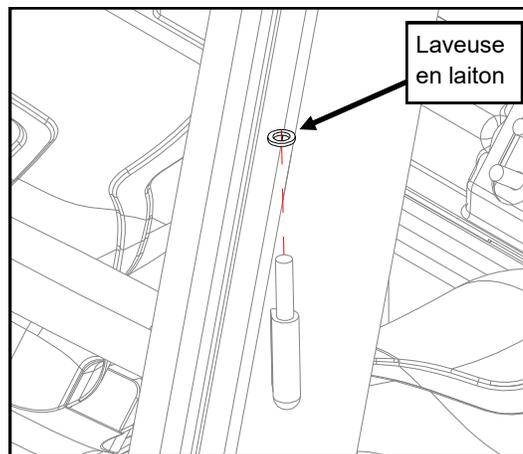
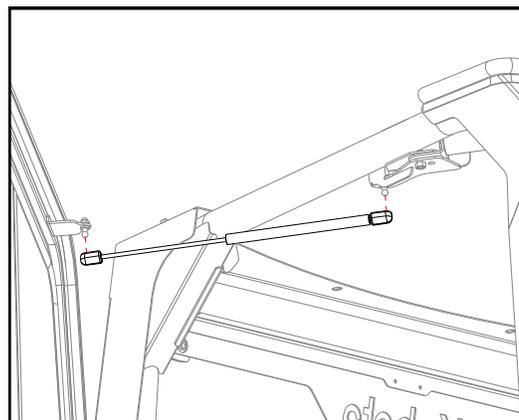

Fig. 16
Fig. 23
16. Installer (4) laveuse en laiton fournie sur la soudure broches de charnière sur le cadre du pare-brise et la charnière inférieure Supports. (voir fig. 16)
18. Tenir la porte perpendiculairement au véhicule, abaisser la manches de charnière de porte au-dessus des goupilles de charnière sur le véhicule. (voir figure. 16) Note : Si les manches de charnière ne s'alignent pas avec la charnière broches, desserrer les charnières de porte installées d'usine jusqu'à ce que les attaches sont serrés doigt, puis répéter cette étape, alignant le manches aux broches, si nécessaire.
20. Fermez doucement la porte, soulevant sur la poignée de la porte si nécessaire, pour permettre au verrou de verrouiller autour de l'attaquant épingler. Assurez-vous d'avoir entendu (2) clics de la porte Loquet. Utiliser un long bord droit pour s'assurer que les charnières sont en ligne les uns avec les autres.
21. Avec un assistant assis à l'intérieur du véhicule, serrez le (4) 1/4-20 vis de charnière et écrous, si desserré dans l'étape 18.
23. Installez le choc de gaz sur des goujons de boule avec l'extrémité de tige vers La porte. (voir fig. 23)